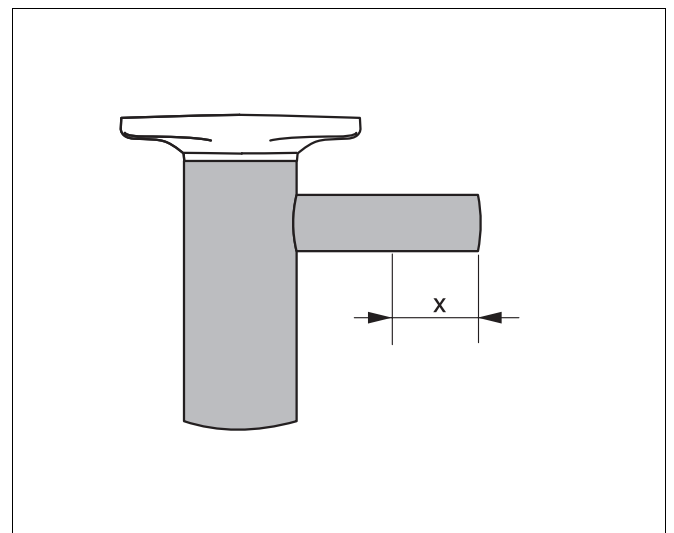

Abb. 20 Trichtersiphon Maß x
- Bei S120 Trichtersiphon um das Maß  $x = \text{ca. } 10 \text{ mm}$  bei Unterputzmontage und  $x = \text{ca. } 65 \text{ mm}$  bei Aufputzmontage kürzen (Abb. 20).